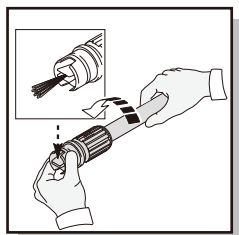

Fig. 18
- Avant d'appuyer sur la gâchette, réglez la buse sur le jet large et placez la buse à 4-5 pieds environ de la fenêtre en inclinant la lance à 45 degrés. Appuyez sur la gâchette du pistolet et ajustez la forme du jet et l'angle jusqu'à parvenir à une efficacité optimale du nettoyage (Figure 18).